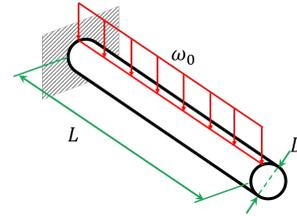

Figura 1: Viga de sección circular
**Problema 1.** Se tiene una Viga de sección circular empotrada en un extremo y libre en el otro, sometida a un esfuerzo uniformemente distribuido  $\omega_0=300[\text{N/m}]$  (ver figura 1), de diámetro  $D=50[\text{cm}]$  y largo  $L=10[\text{m}]$ . Encuentre una expresión para el esfuerzo de corte  $\tau_{xy}$  a lo largo de la viga.